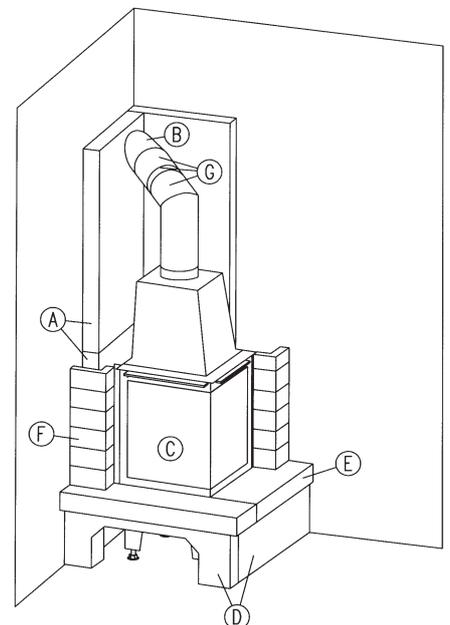

Abb. 6
8.3 Stecken Sie Bogen und Rauchrohr zusammen und dichten Sie den Rauchrohrbogen mit Kesselkitt (gut durchrühren) an dem Rauchgasstutzen ein. Legen Sie dazu eine dünne Schicht Kesselkitt um den Stutzen. Auch alle Rauchrohrverbindungen untereinander und die Segmente der Rauchrohrbögen werden mit Kesselkitt abgedichtet. Um die Verbindung zwischen Rauchrohr und Rauchrohrbogen wird jeweils eine Klemmschelle gezogen. (**Abb. 6**)